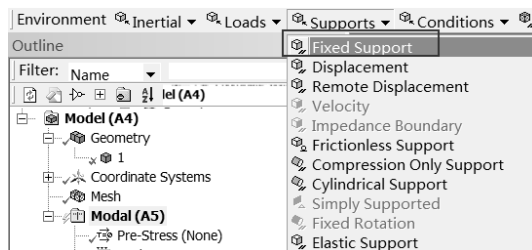

图 6-19 添加固定约束
Step2 :选择 Environment 工具栏中的 Supports (约束) Fixed Support (固定约束) 命令,此时在分析树中会出现 Fixed Support 选项,如图 6-19 所示。